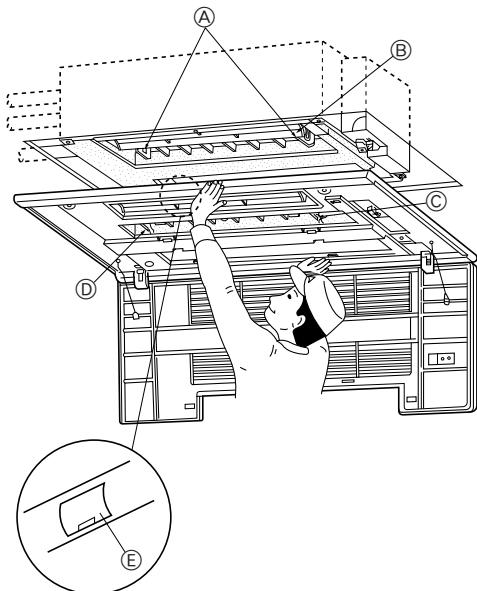

Fig. 5-4
5.3. Anbringung des Gitters (Fig. 5-4)